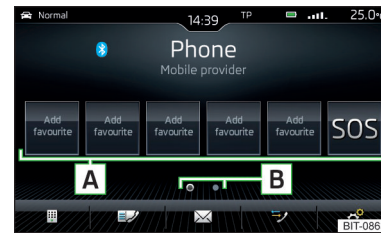

Abb. 204
- ▶ Im Hauptmenü *Telefon* die gewünschte freie Funktionsfläche **A** » **Abb. 204** antippen.
- ▶ Zum **Wechsel der Speichergruppe** die Funktionsfläche **B** » **Abb. 204** antippen.
- ▶ Zur **Wahl** die belegte Funktionsfläche **A** » **Abb. 204** antippen.
- ▶ Im Hauptmenü *Telefon* die gewünschte belegte Funktionsfläche **A** » **Abb. 204** halten.